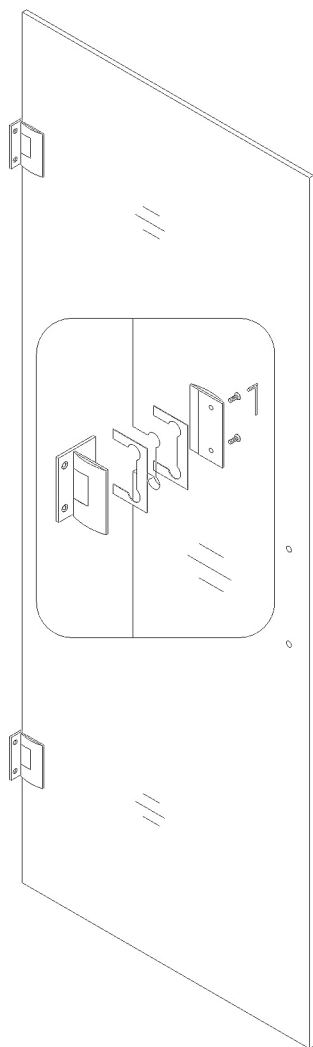

Рис. 1
- 1) Прикрепите петлю (05) на стеклянную дверь (01); см. Рис. 1